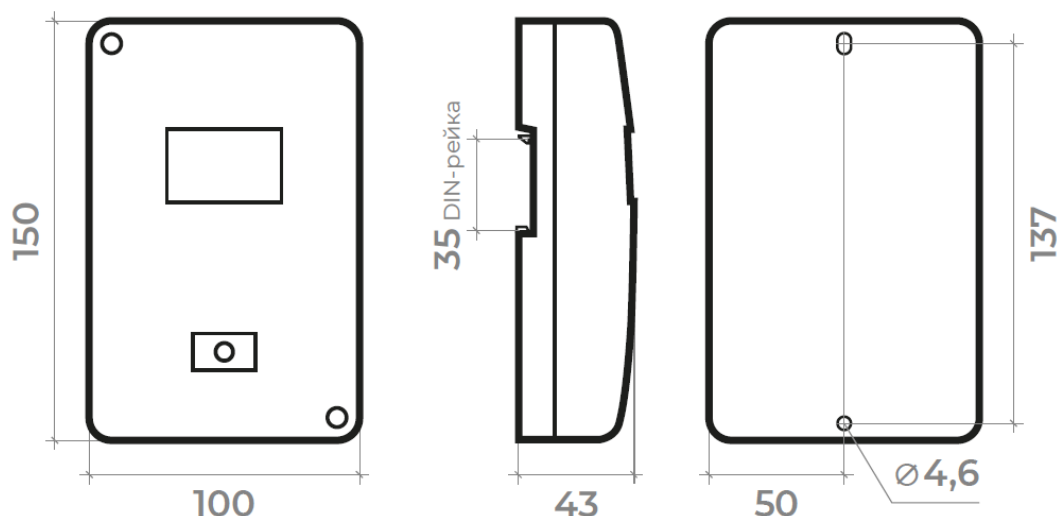

Рис.1. Габаритные и установочные размеры КУПОЛ-Р2.
2.1.2. Габаритные и установочные размеры модуля показаны на рис.1.